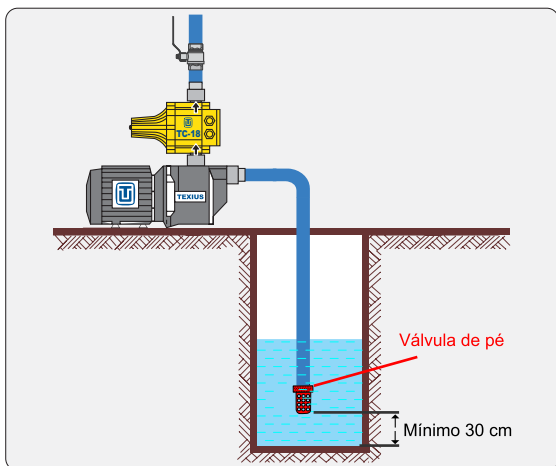

Figura 4
6.16 Quando o pressurizador for instalado acima do nível de captação, a tubulação de sucção deverá prever uma válvula de pé com crivo (válvula de fundo de poço). A válvula de pé manterá a bomba escorvada, ou seja, manterá a bomba e a tubulação de sucção preenchida com o líquido quando o sistema for interrompido (ver figura 4).
6.17 A válvula de pé deve ficar, pelo menos, 30 cm acima do fundo, no centro do poço ou cisterna e deve-se garantir uma coluna de água suficiente para que não entre ar pela mesma. (ver figura 4).